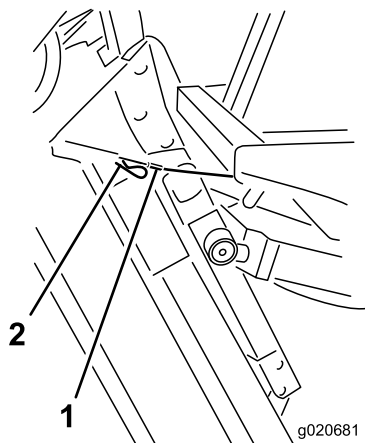

Figura 76
6. Mantenendo il piatto di taglio verticale, fate passare l'estremità del cavo sopra il perno del braccio di sollevamento del piatto di taglio e fissate il cavo con la coppiglia (Figura 76).